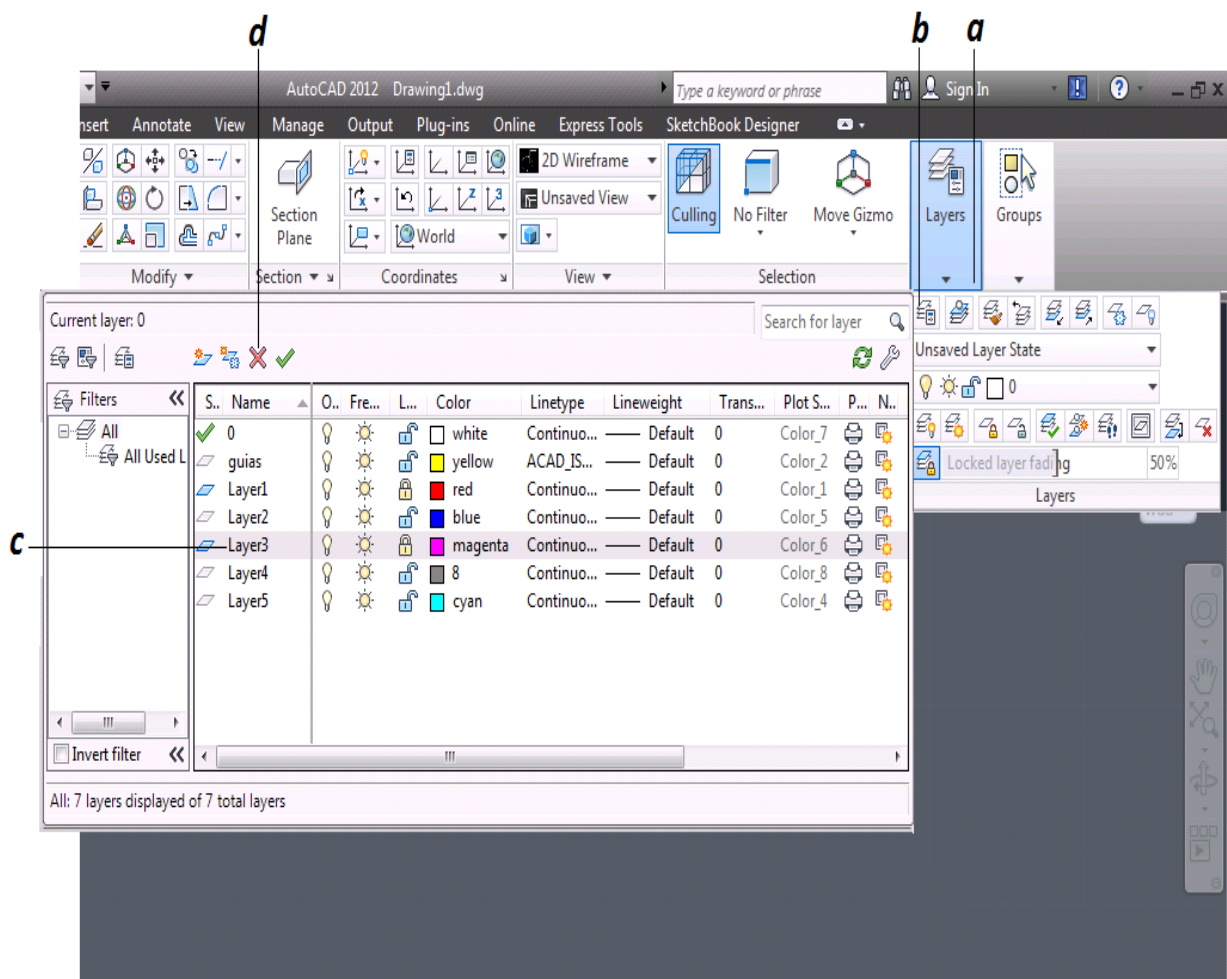

Figura 3.52 Capas “Eliminacion de una Capa”
- Se selecciona el icono Capas (*figura 3.52*).
- Se selecciona el icono Propiedades de Capas (*figura 3.52*).
- Se selecciona el nombre de la capa que se quiere eliminar (*figura 3.52*).
- Se selecciona el icono eliminar [delete], para eliminar las capas seleccionadas (*figura 3.52*).